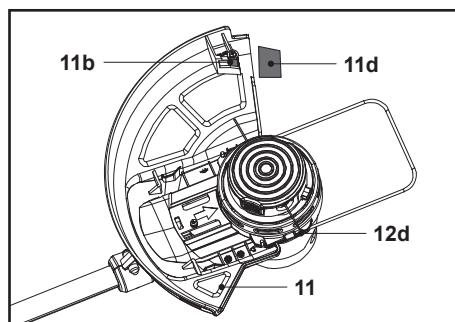

Fig. 12
Apărătoarea (11) protejează operatorul de obiectele aruncate în timpul operării. Este echipată cu un cuțit (11b) care taie firele de tăiere (12d) (fig. 12).